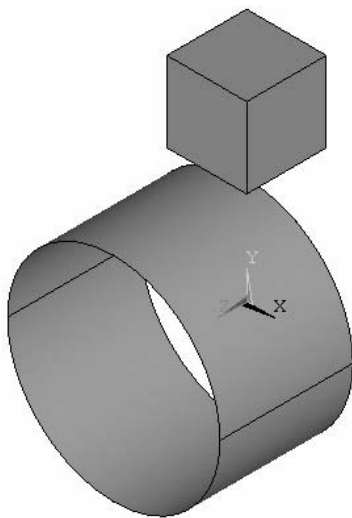

图 3-172 方块和圆筒
(4) 依次选择 Main Menu>Preprocessor>Modeling>Delete>Volumes Only, 弹出“Delete Vol...”窗口。单击选中圆柱体, 然后单击“OK”按钮。执行 Utility Menu>Plot>Areas。
(5) 依次选择 Main Menu>Preprocessor>Modeling>Delete>Areas Only, 弹出“Delete Are...”窗口。单击选中圆柱体的两个底面, 然后单击“OK”按钮, 视图中还剩下一个圆筒和一个方块(见图 3-172)。